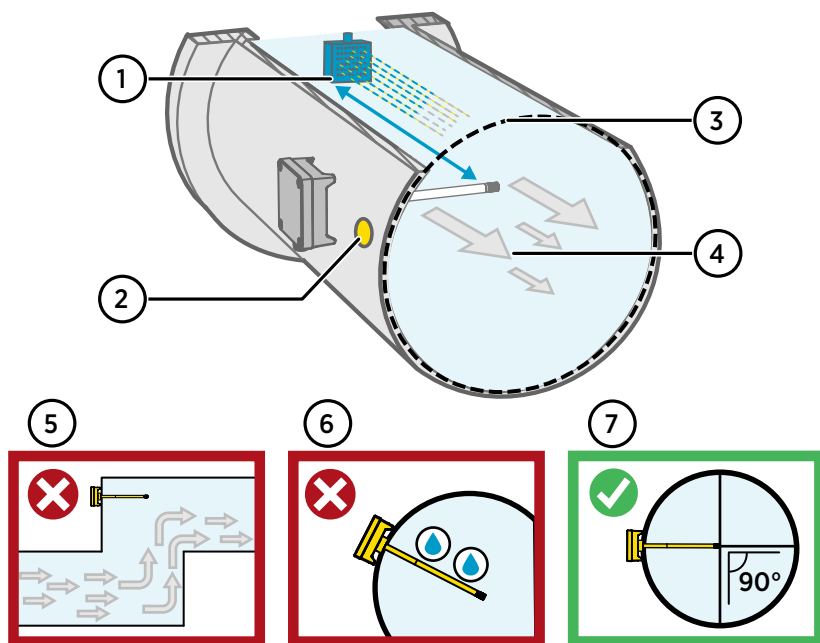

Рис. 63 Общие сведения об установке в воздуховоде
4. Дополнительно: Просверлите второе отверстие для контрольных измерений приблизительно на расстоянии 30 см от установочного отверстия преобразователя. См. Рис. 63 \(страница 99\).